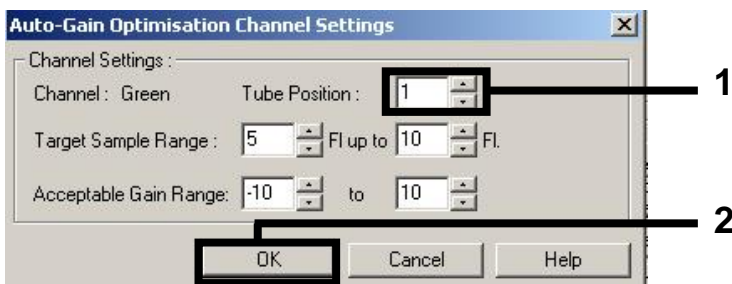

Figura 2. Impostazione della posizione provetta.
2. Impostare la posizione provetta per una provetta per il primo test *artus* (ad es. EBV). Impostare la posizione provetta per tutti i canali di fluorescenza e fare clic su **OK** (Figura 2).